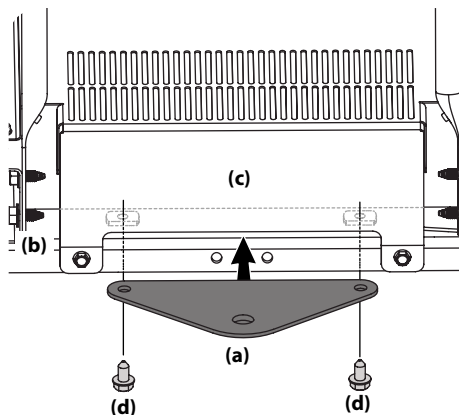

Figura 2-12
- Deslice la placa de enganche (a) entre el marco (b) y la cubierta trasera (c) de su jinete. Vea Figura 2-12.
- Cuando los orificios de la placa de enganche (a) y del bastidor (b) estén alineados, instale los dos tornillos hexagonales (d) a través del bastidor (b) y en la placa de enganche (a). Vea Figura 2-12.